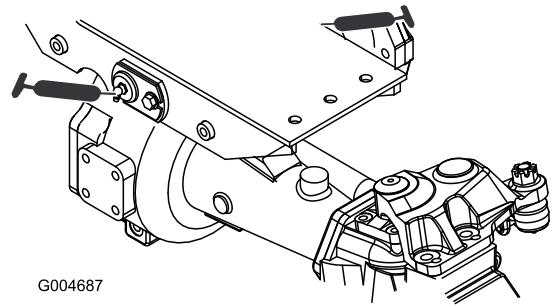

Bild 60
- Drehbüchsen an der Vorder- und Hinterachse (2) (Bild 60)